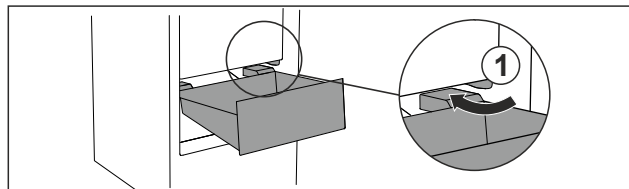

Fig. 69
- ▶ Zásuvku ved'te šikmo podél zářázek Fig. 69 (1).